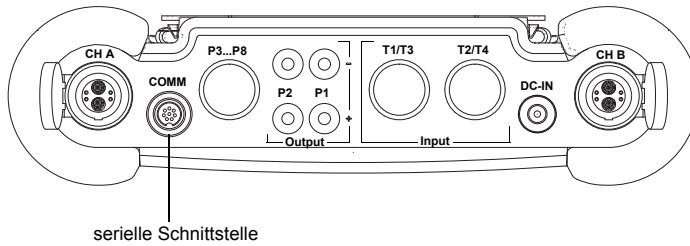

Abb. 6.13: Anschlüsse am Messumformer FLUXUS F601
- Schließen Sie das RS232-Kabel an den Messumformer (siehe Abb. 6.13) und an die serielle Schnittstelle des PC an.